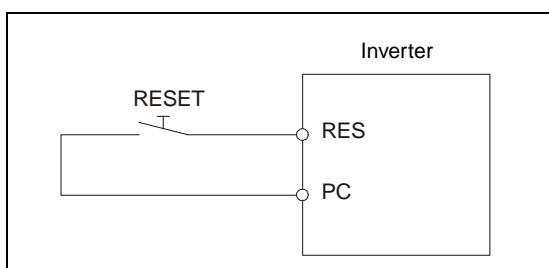

Fig. 7-3:
- Attivando il segnale di RESET per almeno 0,1 s (collegamento dei morsetti RES e SD con logica NPN, o dei morsetti RES e PC quando si usa la logica PNP, come mostrato nella Fig. 7-3) e quindi disinserendolo. Se il segnale RESET rimane inserito, sul display compare il messaggio "Err.".